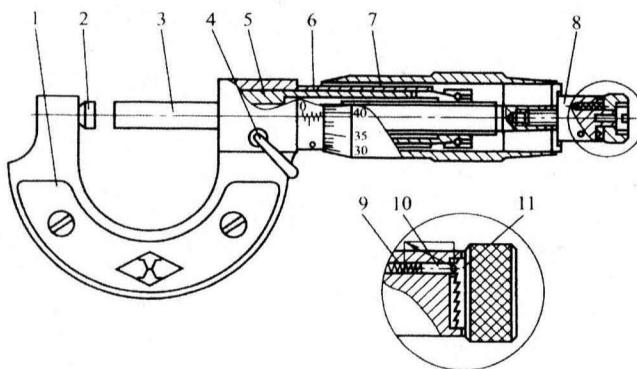

图 1-4 千分尺
(1) 千分尺的结构形状 外径千分尺的结构形状如图 1-4 所示，由尺架 1、砧座 2、测微螺杆 3、锁紧装置 4、螺纹轴套 5、固定套管 6、微分筒 7 和测力装置 8 等部分组成。测力装置 8 保证测量面与工件接触时具有恒定的测量力，以便测出正确的尺寸。棘爪 10 在弹簧 9 的作用下与棘轮 11 咂合。当千分尺的测量面与工件接触，并超过一定压力时，棘轮 11 沿着棘爪的斜面滑动，发出嗒嗒声，这时就可读出工件尺寸。